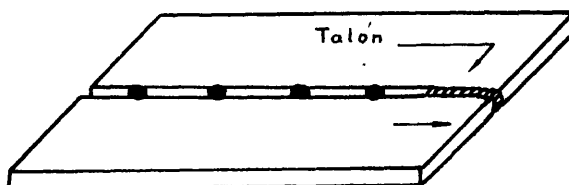

Fig. 2
- ___e Inicie un cordón pequeño en sentido contrario al avance (fig.2).